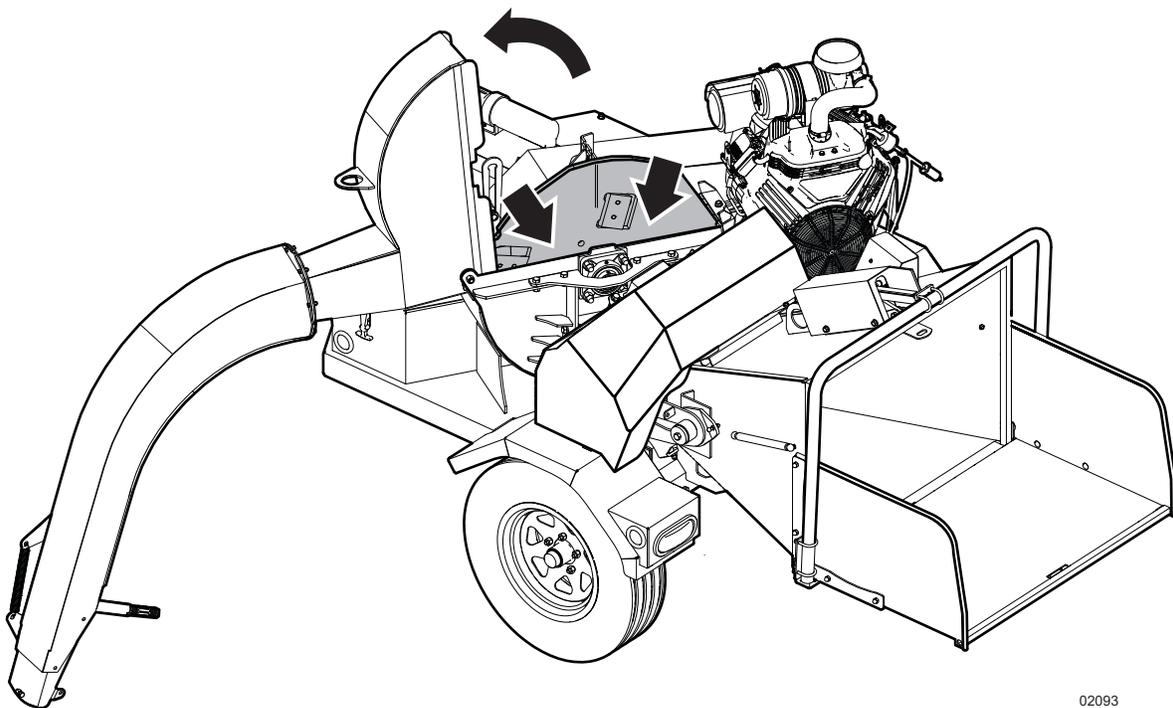

Figure 34—Ouvrez le boîtier supérieur du rotor pour éliminer un blocage
2. Retirez le boulon de retenue du boîtier supérieur du rotor, puis ouvrez celui-ci. Pour plus d'informations, consultez *Figure 34* à la page 48.